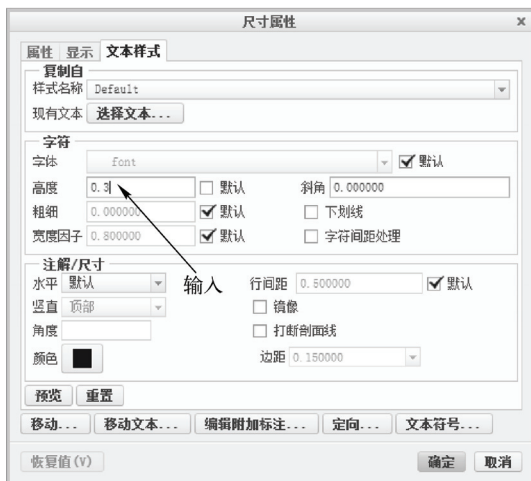

图 14-91 输入参数
STEP 03 切换至“文本样式”选项卡, 在“字符”选项区中取消选中“高度”右侧的“默认”复选框, 并在“高度”文本框中输入“0.3”, 如图 14-91 所示。